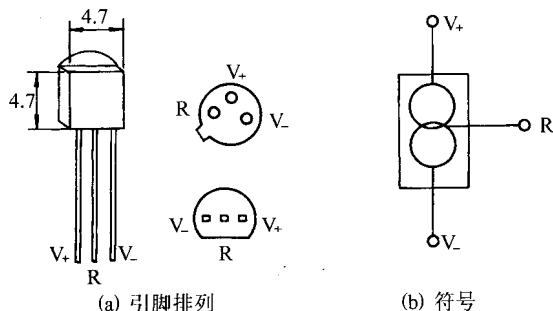

图 1-4 SL134M 型集成温度传感器
(1) 外部结构。国产 SL134M 型(国外 LM134 型)集成温度传感器是一种电流型三端器件，有塑封和金属封装 2 种，其引脚排列和符号如图 1-4 所示。